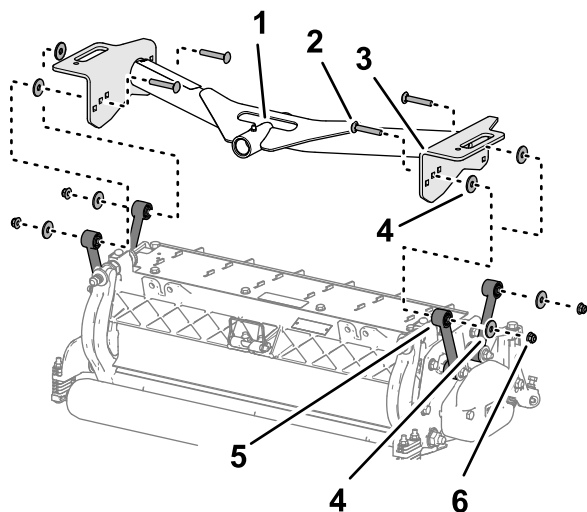

Figura 17
1. Alinhe os orifícios nas placas da estrutura de suporte dianteira com os orifícios nas placas de montagem da unidade de corte (**Figura 17**).
2. Alinhe uma arruela entre a placa de suporte e a ligação (**Figura 17**), e monte frouxamente as placas e o espaçador com um parafuso francês (3/8 x 2,25 pol.), uma arruela e uma contraporca flangeada (3/8 pol.).